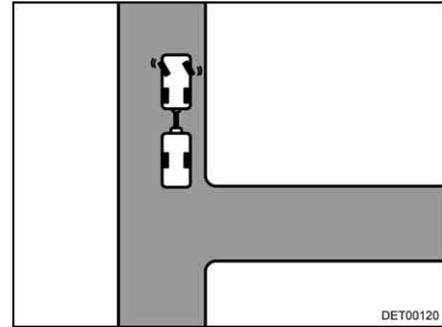

Fig. 15 Girar el volante hacia la izquierda
- Girar el volante hacia la izquierda con la caravana detenida (Fig. 15).